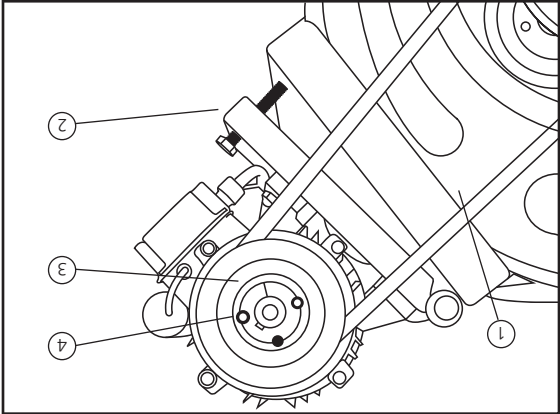

Fig. 1
- le débit d'air correspond au débit nominal. Si le générateur d'air chaud est pourvu d'un ventilateur centrifuge et si le débit d'air diffère des valeurs prédéfinies, effectuez les opérations suivantes en vous reportant à la fig. 1 :